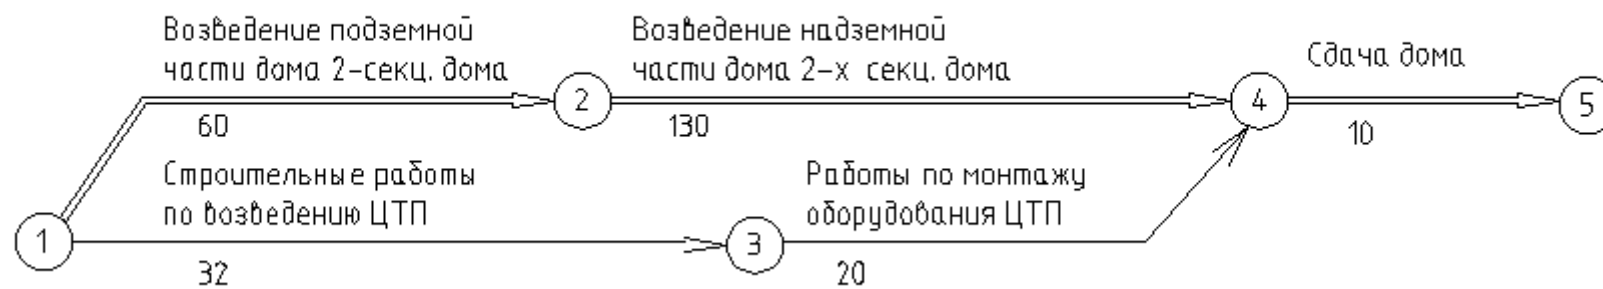

Рисунок 8. Фрагмент сетевого графика до корректировок
2) для графика на рис.8. путем совмещения выполнения работ